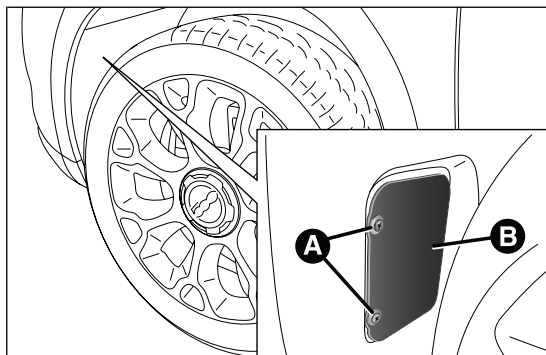

fig. 170
- ☐ aflojar los tornillos A fig. 170 y retirar la tapa B;